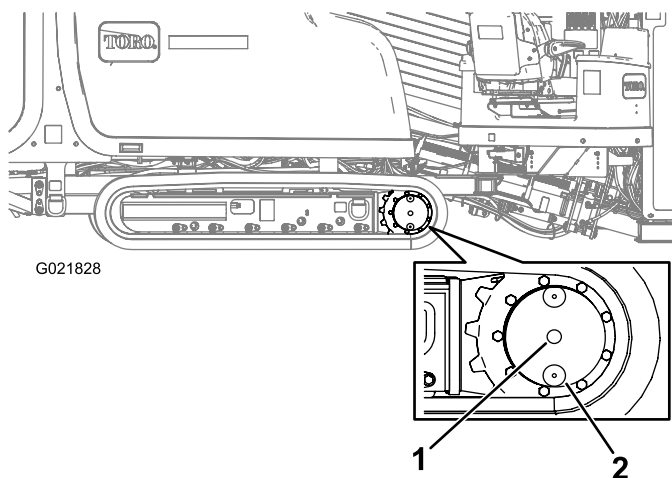

Figura 133
2. Limpie la zona alrededor del tapón de llenado con un disolvente (Figura 133).
3. Retire el tapón de nivel de aceite (Figura 133).
2. Limpie la zona alrededor del tapón de nivel de aceite (Figura 133).
3. Gire la transmisión planetaria hasta que el tapón de vaciado esté directamente debajo del tapón de nivel de aceite (Figura 133).